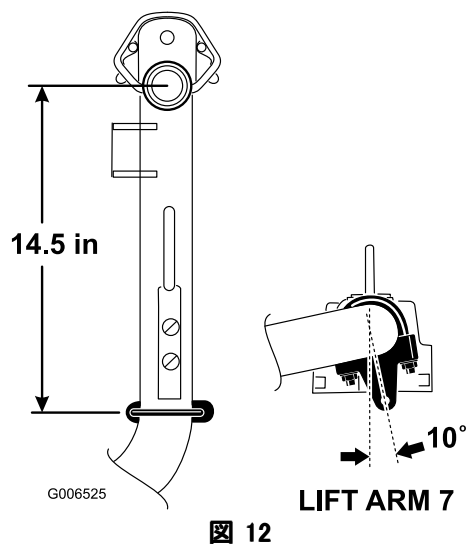

図 12
- 昇降アーム6番、7番では、ブラケットとUボルトが、ピボット・ナックルの中心線よりも37 cm 後ろになるように取り付ける (図 12)。各ブラケットが、機体の外側に対して10度回転した状態になるようにする。